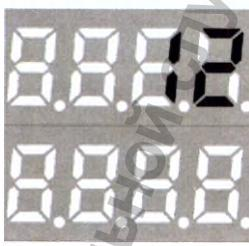

Рис.13
3. Выбор режима работы (рис.13).
- 6.13 При помощи переключателя режимов установить режим работы установки: Режим 7 минут, Режим 12 минут или Режим 20 минут. Начальное положение переключателя 7 минут – основной режим работы установки. При переключении режимов на табло информационном многофункциональном краткосрочно отображается время режима сопровождающееся сигналом зуммера (рис. 13).